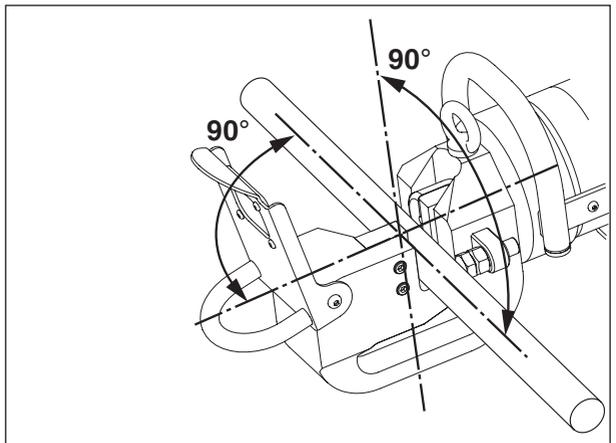

Abbildung 9, Positionierung des Materials im Schneidkopf
Positionieren Sie das zu schneidende Material so zwischen den Messern des Schneidgeräts, dass es sich parallel zur Kolbenachse befindet, siehe Abbildung 9. Dadurch erhält man bei geringster Belastung des Schneidgeräts die beste Schnittleistung.
4. Positionieren Sie das zu schneidende Material zwischen dem feststehenden und dem beweglichen Messer. Stellen Sie sicher, dass es sich parallel zur Kolbenachse befindet, wie in Abbildung 9 gezeigt. Für weitere Informationen siehe die Anweisungen in Abschnitt 8.5.